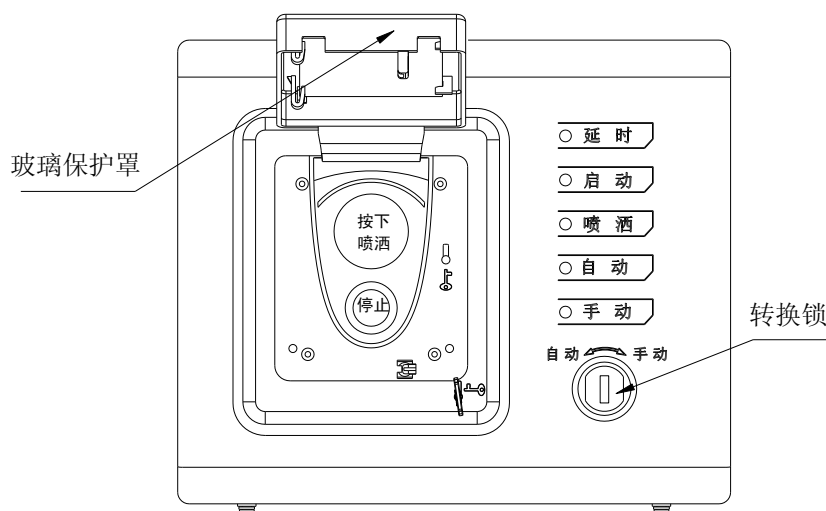

图 4 示意图
3. 用钥匙打开按钮玻璃保护罩（如图 4 所示），按下“按下喷洒”按键，即可向气体灭火控制器发出信号，气体灭火控制器根据联动关系发出气体喷洒命令，延时指示灯点亮，经延时启动气体喷洒电磁阀，在延时期间，按下“停止”按键，延时指示灯熄灭，中断延时，紧急中断气体喷洒控制逻辑。**注：处于同一个区域的任何一个转换开关都可以启动或中止该区的气体喷洒命令。**